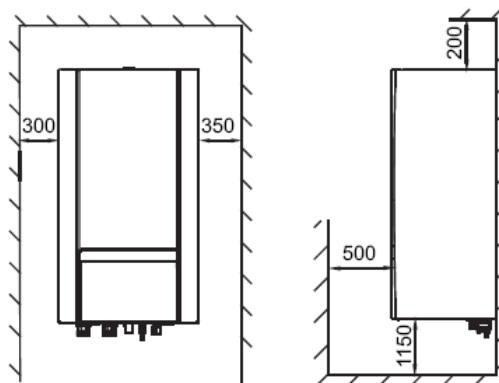

Fig.6-3
- O espaço à volta da unidade é adequado para os serviços a efectuar ver fig.6-3.
Espaço necessário para os diversos serviços, ver fig 6-3